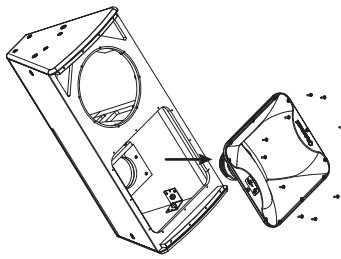

Fig. 4
5. Retirez les vis de fixation du klaxon qui fixent le klaxon au boîtier et soulevez l'ensemble klaxon et moteur à compression (fig 4). (Si nécessaire pour l'entretien ou le remplacement, débranchez les câbles du pilote de compression, en notant la polarité pour une reconnexion ultérieure.)
11. Remontez les vis de fixation du klaxon et serrez pour fixer le klaxon dans le boîtier (fig 4).